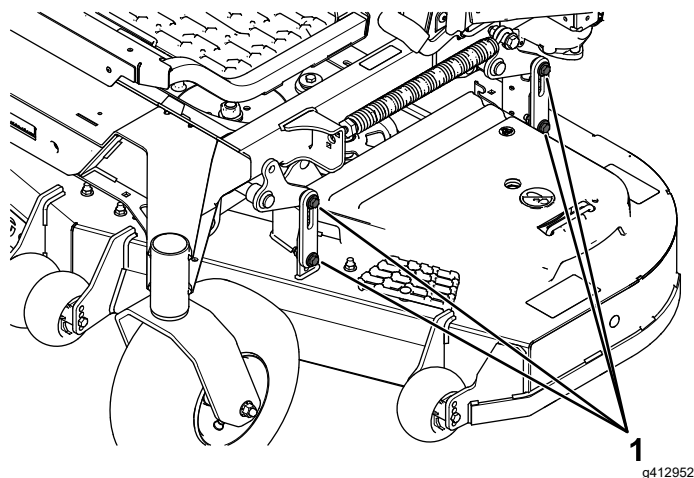

Figure 110
16. Desserrez les boulons (Figure 110) aux quatre coins de sorte que le tablier repose solidement sur les 4 cales.